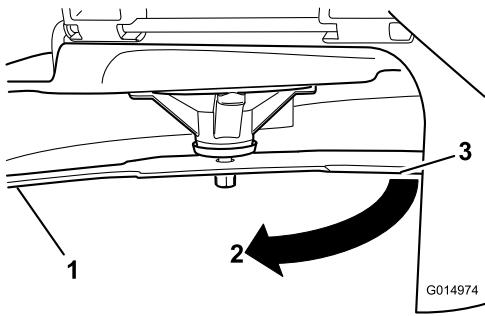

Figure 90
- 3. Mesurez la distance entre la lame et la surface (A)
- Tournez la même lame de 180 degrés pour amener le tranchant opposé à la même position (Figure 90).